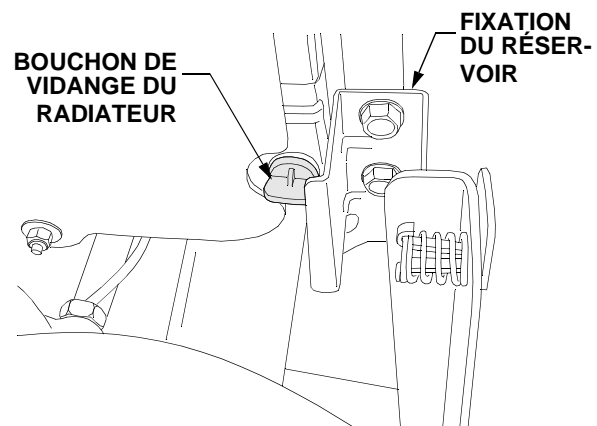

Figure 56
- Localisez le bouchon de vidange du radiateur. Il se trouve dans le coin inférieur arrière droit du radiateur. Voir la Figure 56.